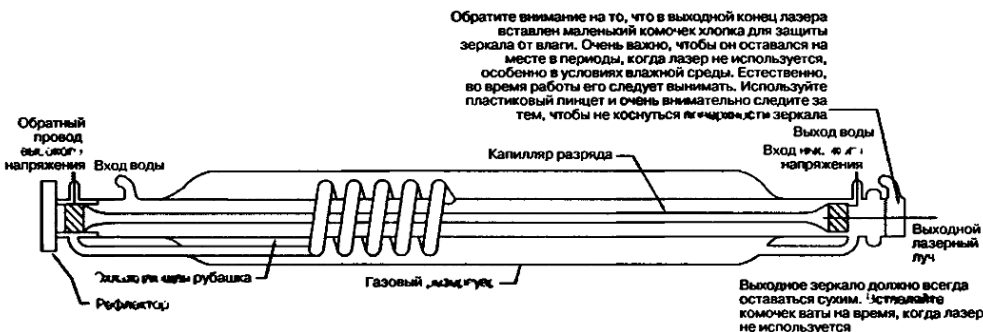

Рис. 8.16. Соединение деталей лазерной трубки
12. Проверьте лазерную трубку LTUB1 и сопоставьте ее с рис. 8.16. Будьте очень внимательны, поскольку трубка очень хрупкая и с ней надо обращаться соответствующим образом.
- длина рефлектора в соответствии с рис. 8.16 и определяется экспериментально;